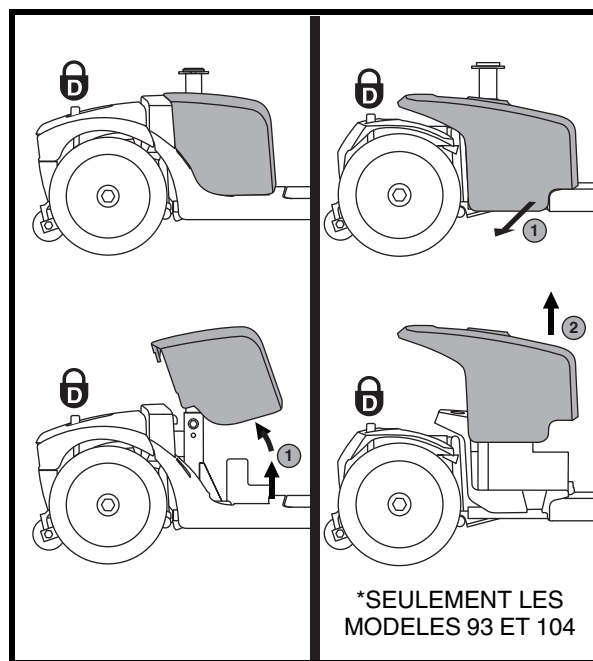

Figure 9. Retirer/Installer le protecteur de la batterie
1. Retirez le siège et le capot à batteries. Voir la figure 9.